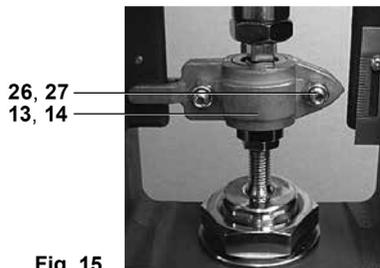

Fig. 15
- Applicare la pressione necessaria per portare la valvola alla completa apertura (Fig. 15).
- Spegner l'alimentazione dell'aria consentendo all'attuatore di ritrarsi completamente (Fig. 15).